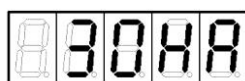

Рисунок 14
2. Нажать кнопку , после чего, нажимая кнопку  или , установить на индикаторе слово "ЗОНА" (рисунок 14).